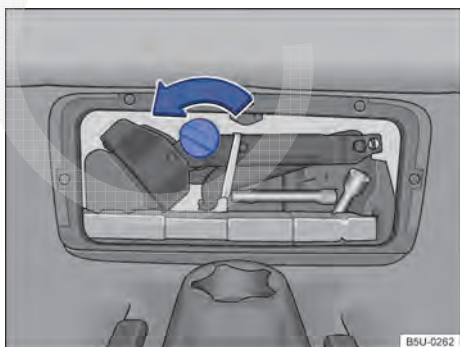

Fig. 191 Manipulador de fixação da caixa de ferramentas de bordo.
- Girar o manipulador no sentido anti-horário → Fig. 191 para destravar o macaco e a caixa das ferramentas de bordo.